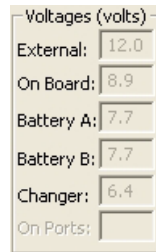

Рисунок 2-14. Voltages Information
8. В поле *Voltages* можно просмотреть информацию о напряжении внешнего источника, батарей и т.п. (Рис. 2-14).